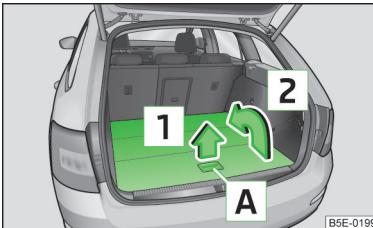

Fig. 98
- Agarré la parte posterior del suelo de carga variable por el tirador **A** » fig. 98 y levántelo en el sentido de la flecha **1**.